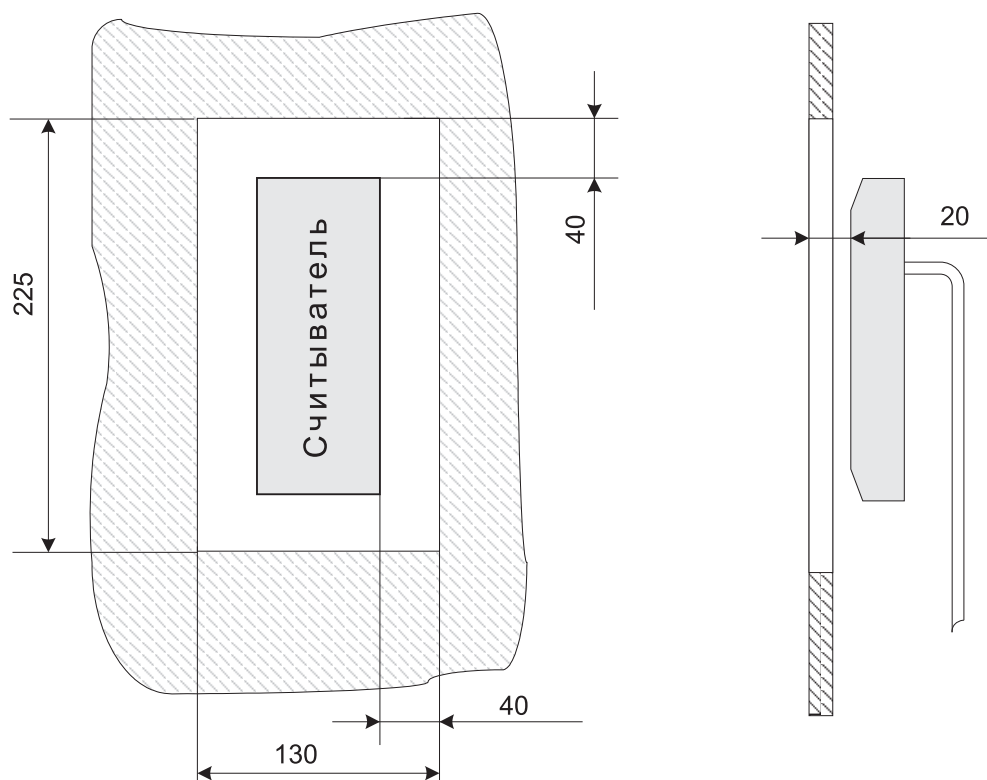

Рис. 2 Установка считывателя за металлической поверхностью
- При установке считывателя за металлической поверхностью, в ней необходимо вырезать окно, напротив которого, равноудалено от краев окна, и устанавливается считыватель (см. рис. 2), при этом размеры окна должны быть не менее 225x130 мм. Само окно может быть закрыто неметаллической вставкой (например, из пластмассы), а считыватель может быть утоплен вглубь окна на расстояние не более 20 мм от внешней стороны металлической поверхности — дальность считывания кода при таком способе монтажа считывателя уменьшается на 30 – 50%;